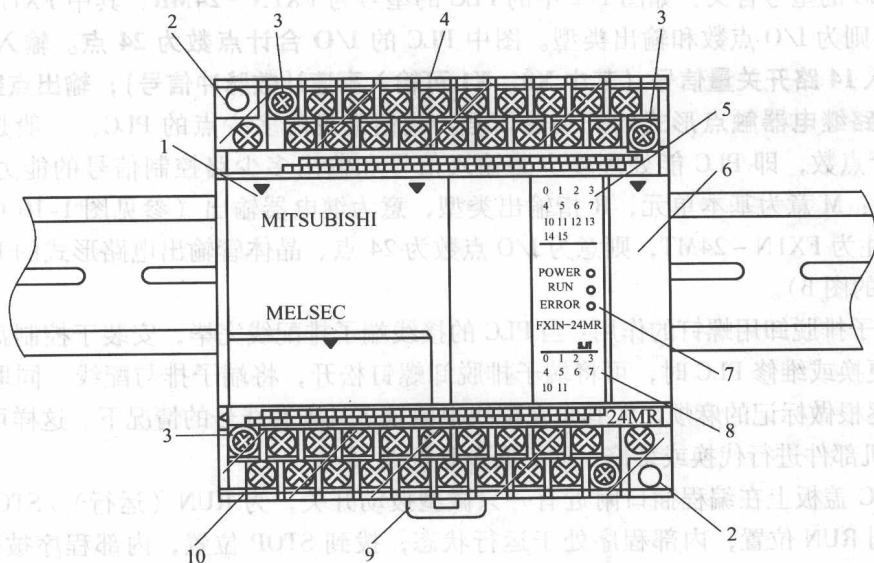
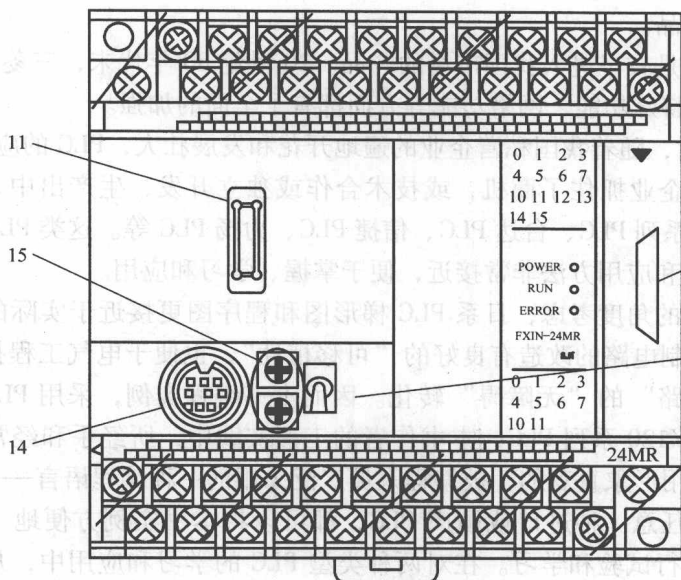

图 1-2 FX1N-24MR PLC 外形
图 1-3 FX1N-24MR PLC 盖板打开图
三菱 FX 系列 PLC,共有 FX0S、FX1S、FX0N、FX1N、FX2N (FX2NC) 等几大系列,FX0S 和 FX1S 属经济型 PLC,能完成一般控制任务,但使用功能受限,如 I/O 接口不能扩展,功能指令的条数较少等,而 FX0N~FX2N PLC,则允许连接 I/O 扩展模块,功能指令也比较全面。三菱 FX1N-24MR PLC 外形和盖板打开图如图 1-2 和图 1-3 所示。
1) PLC 的型号含义：如图 1-2 中的 PLC 的型号为 FX1N-24MR，其中 FX1N 为系列总称，24MR 则为 I/O 点数和输出类型。图中 PLC 的 I/O 合计点数为 24 点。输入点数为 14 个，可输入 14 路开关量信号（其中 X0、X1 可输入高速计数脉冲信号）；输出点数为 10 个，可输出 10 路继电器触点形式的开关量信号。我们常说的多少点的 PLC，一般是指该 PLC I/O 的合计点数，即 PLC 能处理多少路输入信号和输出多少路控制信号的能力（规格）。MR 的意思：M 意为基本单元，R 指输出类型，意为继电器输出（参见图 1-10 中的图 a）。若 PLC 标注为 FX1N-24MT，则意为 I/O 点数为 24 点、晶体管输出电路形式的 PLC（参见图 1-10 中的图 b）。